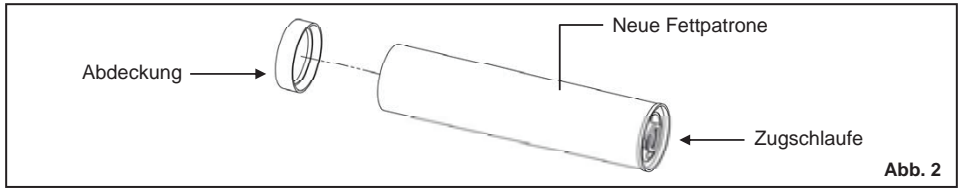

Abb. 2
3. Entfernen Sie die Abdeckung von der neuen Fettpatrone und setzen Sie die Patrone in das Containerrohr. Entfernen Sie dann die Zugschlaufe. Siehe Abb. 2.